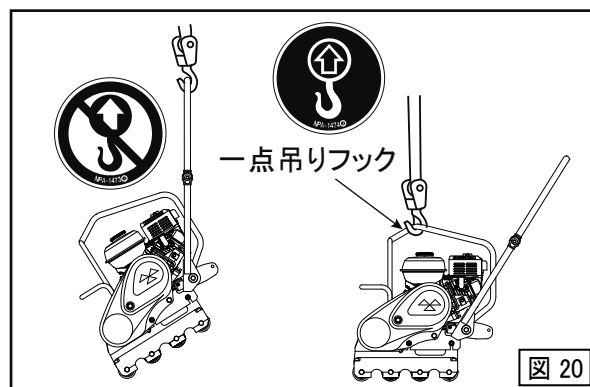

図 20
3. 本機を吊上げる場合は必ず吊フックを使用し、吊フック以外の場所（ハンドルやボディ等）で吊り上げないでください。（図20）